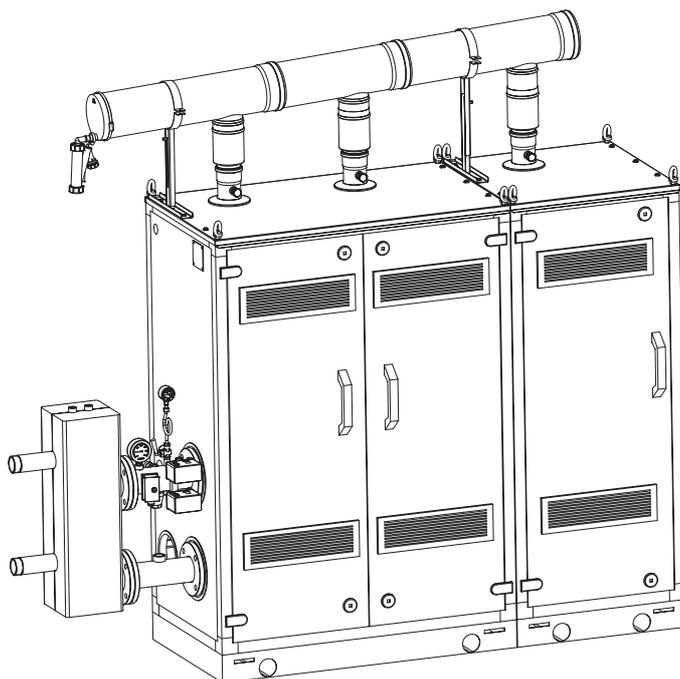

Fig. 6
**2.7 KIT COLECTOR HUMOS PARA INSTALACIONES INTERNAS (fig. 6)**
cia a las fig. 6. Las soluciones indicadas tienen el colector de humos (de pedir aparte) con la salida situada a la derecha de los módulos. En cualquier caso se puede poner la salida a la izquierda simplemente girando